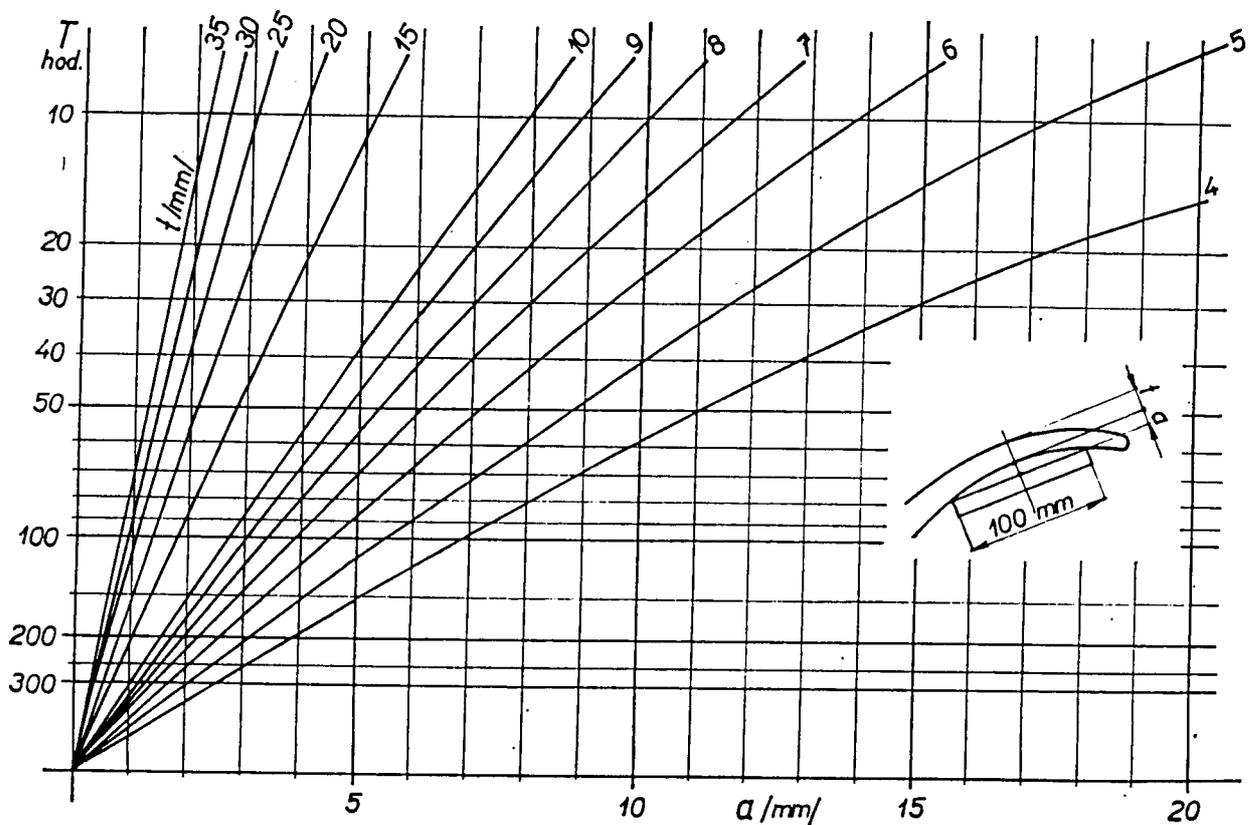

Abb. 19 — Diagramm der kaltausgerichteten Luftschraubenblätter
2. Die auf diese Weise festgestellte Blattdurchbiegung (a) identifizieren wir auf der Längsachse des Diagramms (Abb. 19). In diesem Punkt errichten wir eine Senkrechte, bis diese die Kurve, welche der Blattdicke entspricht (t), schneidet.